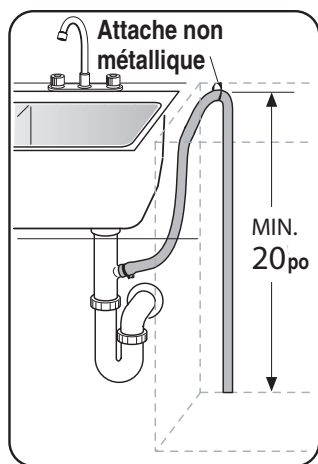

Figure 24
- 1 Directement sous la connexion de vidange de l'évier, **figure 24.**